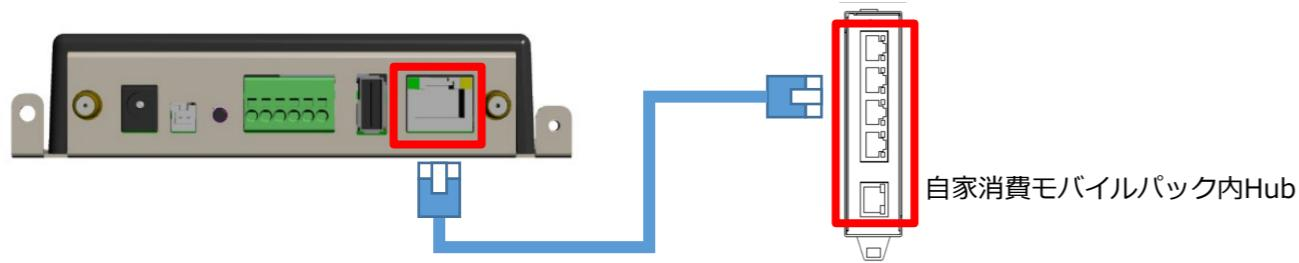

図10 ELセンサと自家消費モバイルパック内HubのLAN接続図
- (1) ELセンサ背面のLANポートと、自家消費モバイルパック内に設置されているHubの空いているLANポートとを、LANケーブルで接続する。(図10)